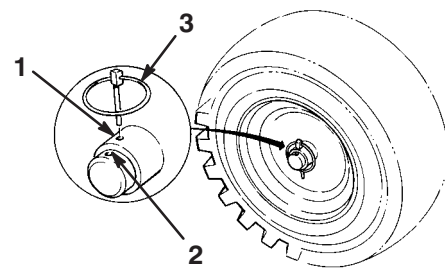

Figure 5
7. Glissez les roues vers l'intérieur et insérez les goupilles dans les trous du moyeu et le trou *intérieure* de l'essieu (Fig. 5).